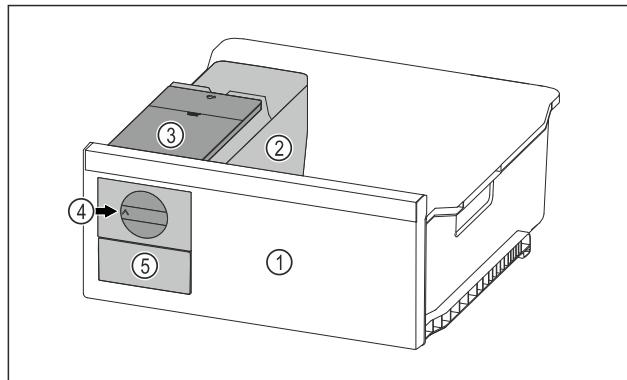

Fig. 96 Beispielhafte Darstellung
- Drehknopf Fig. 96 (4) im Uhrzeigersinn bis zum Anschlag drehen.
- Eiswürfel fallen aus der Eiswürfelschale in das Eiswürfelschubfach Fig. 96 (5).